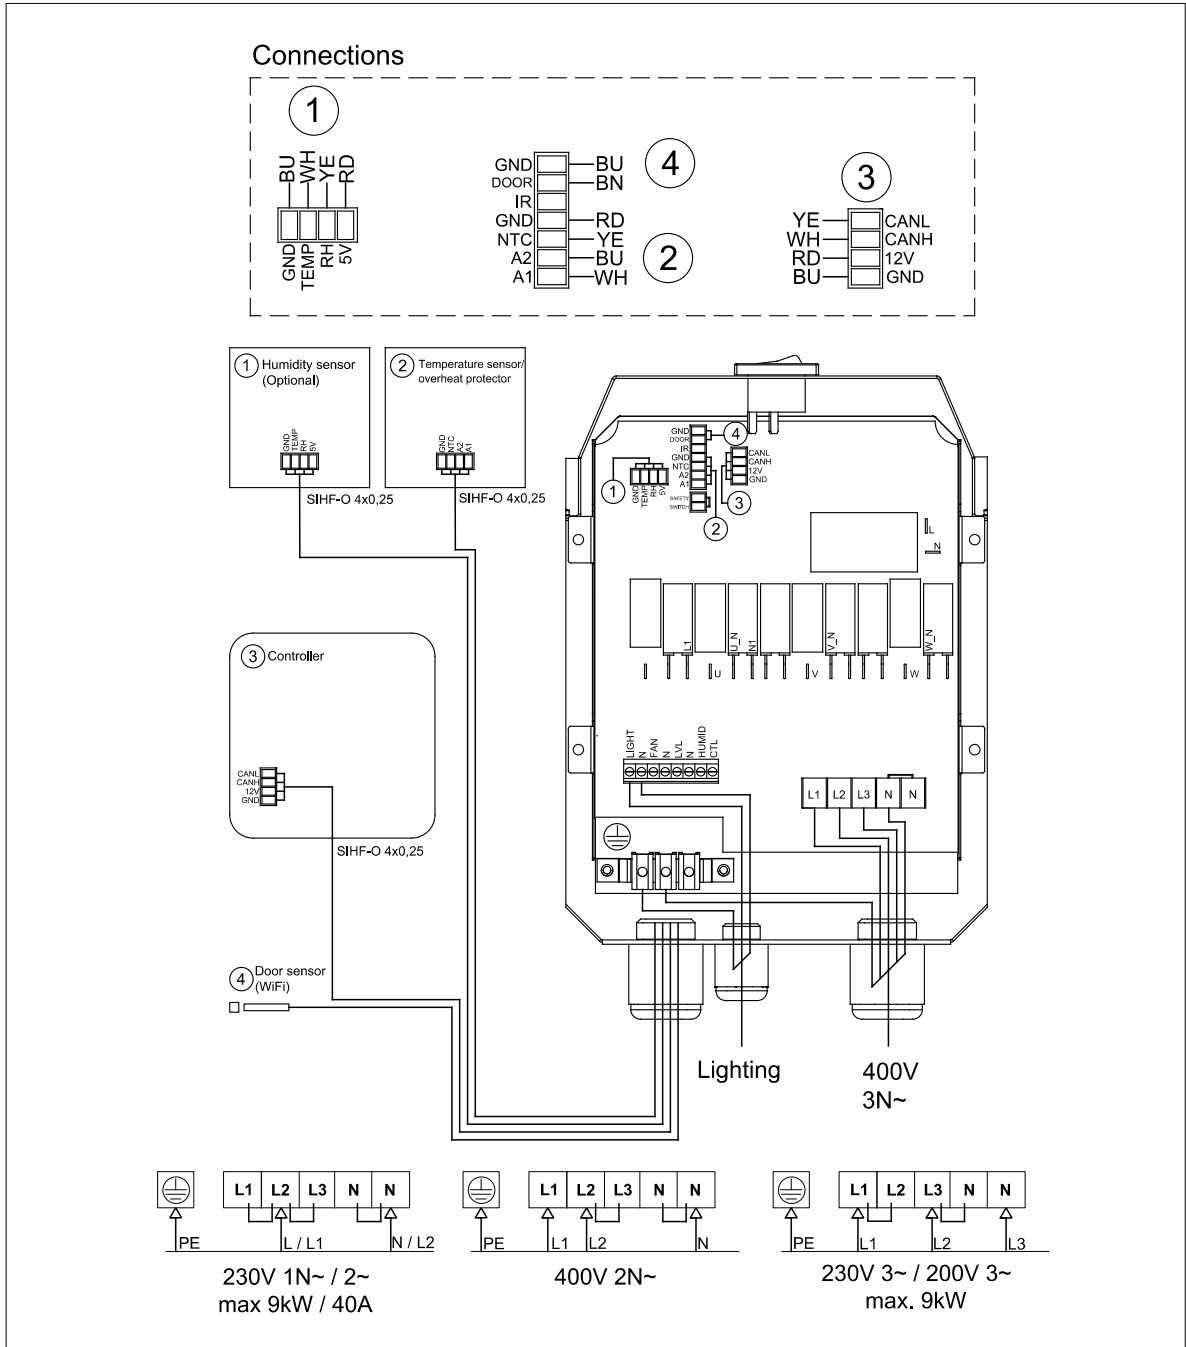

Abbildung 2. Verbindungsdiagramm
5. Sobald die Komponenten der Saunasteuerung installiert und angeschlossen sind, kann das Stromversorgungskabel gemäß dem Anschlussplan (Abbildung 2) an den Saunaofen angeschlossen werden. Das Stromversorgungskabel muss ein Gummikabel vom Typ H07RN-F oder gleichwertig sein. Der Kabelquerschnitt und die Sicherungswertung sind in Tabelle 3 angegeben.